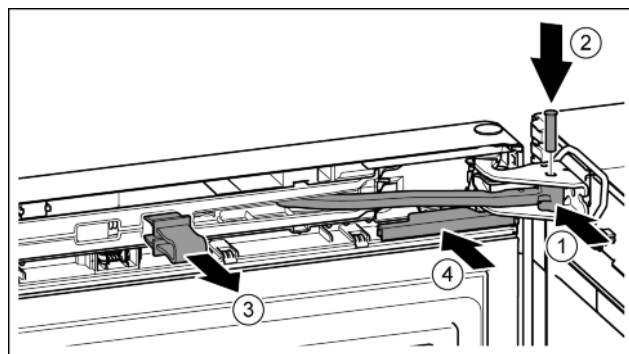

Fig. 38
- ▶ Gelenk in Lagerbock drehen. Fig. 38 (1)
- ▶ Bolzen in Lagerbock und Gelenk einsetzen. Dabei darauf achten, dass der Rastnocken korrekt in der Nut sitzt. Fig. 38 (2)
- ▶ Sicherung abnehmen. Fig. 38 (3)
- ▶ Abdeckung aufschieben. Fig. 38 (4)